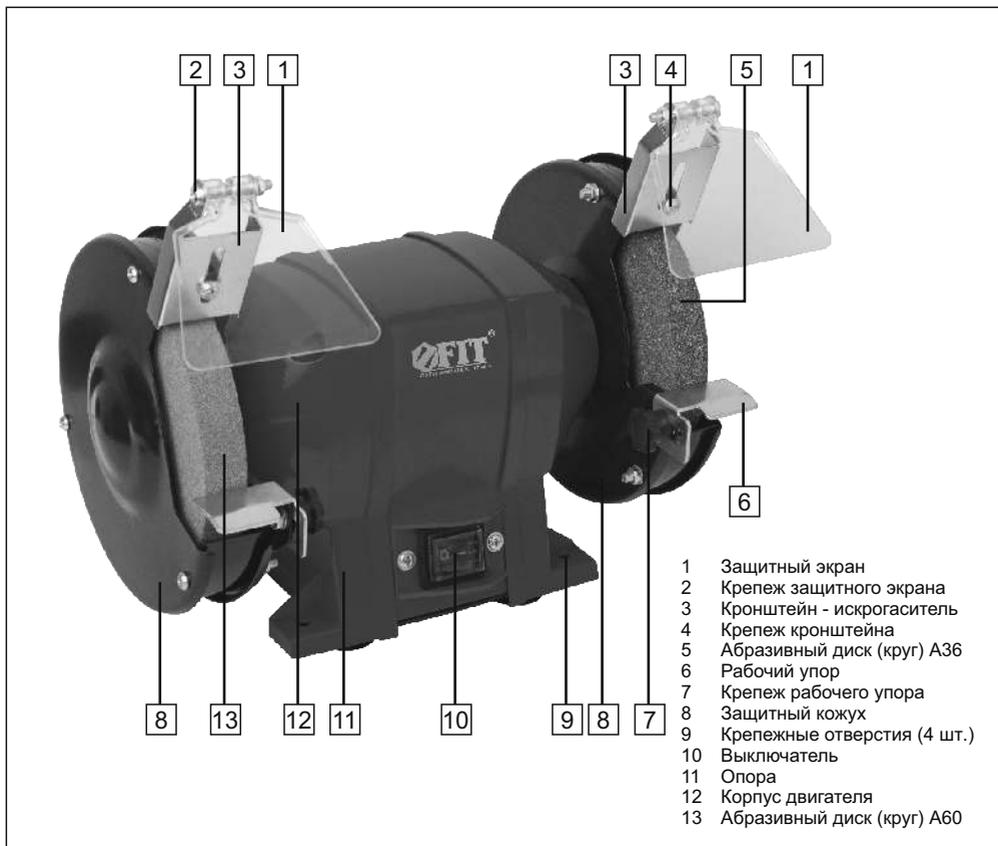

рис. 1
Станок с абразивными дисками** (см. рис. 1).
1 Высокооборотный однофазный асинхронный двигатель с неподвижным статором с сетевой обмоткой и короткозамкнутым ротором обеспечивает вращение двух абразивных дисков с частотой вращения без нагрузки 2950 об/мин. Ротор вращается в двух высоко ресурсных закрытых подшипниках. Двигатель имеет прочный корпус **12** из алюминиевого сплава (рис. 1), обеспечивающий хороший тепловод обмотки статора.
2 Абразивные диски **5** и **13** (рис. 1) установлены на валу двигателя (шпинделе) при помощи фланцев и зафиксированы гайками. Диски изготовлены абразива и на основе полимера, который обеспечивает высокую механическую прочность и долговечность.
3 Пылезащитный выключатель **10** (рис. 1) установлен в опоре станка.
4 Опора станка **11** (рис. 1) оснащена виброгасящими ножками и отверстиями **9** (рис. 1) крепления изделия на горизонтальную основу (верстаки).
- защитные кожухи **8** (2 шт.) (рис. 1);
- рабочие опоры **6** (2 шт.) (рис. 1)
- защитные экраны **1** (2 шт.), (рис. 1) с кронштейнами-искрогасителями **3**.